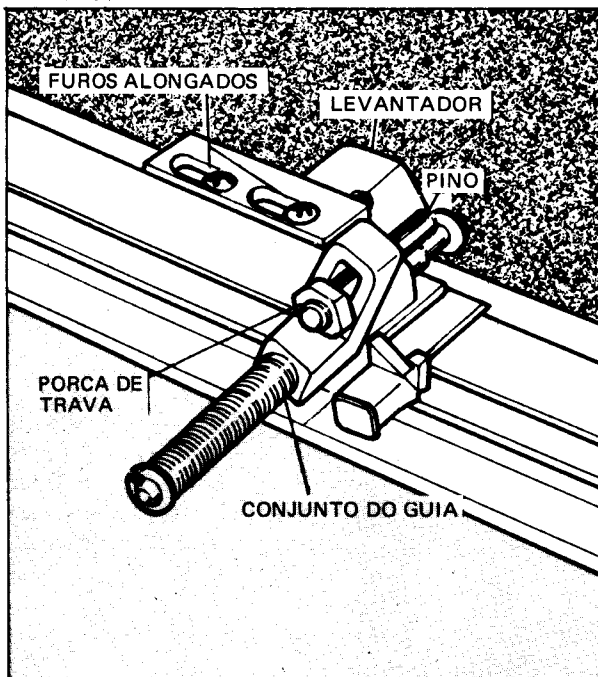

Fig. 5
- 3 – Os levantadores podem ser ajustados para a frente e para trás, afrouxando os parafusos e posicionando-os nos furos alongados dos mesmos (Fig. 5).
CUIDADO: ESTA OPERAÇÃO É CRÍTICA PARA ASSEGURAR O ALINHAMENTO DO TETO SOLAR E EVITAR A QUEBRA DO CABO.(Fig. 5).